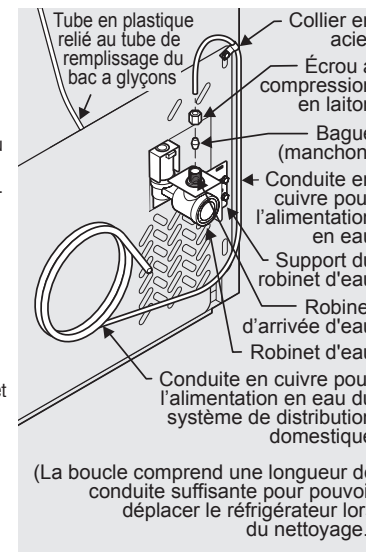
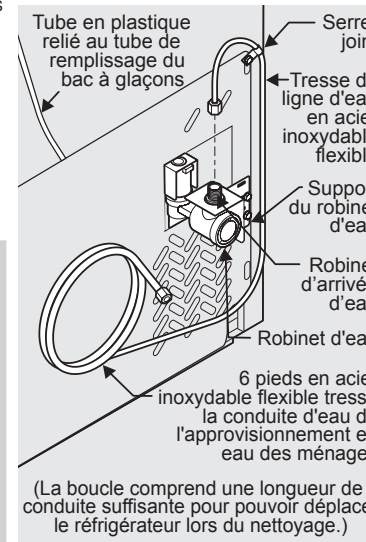

Figure 1
Figure 2
- Si vous utilisez du tuyau en cuivre - Faites glisser l'écrou à compression en laiton, puis installez la bague (le raccord) sur la conduite d'alimentation en eau. Poussez la conduite dans le robinet d'arrivée d'eau, aussi loin que possible (6 mm ou 1/4 po). Faites glisser la bague (le raccord) dans le robinet et serrez à la main l'écrou à compression sur le robinet. Serrez d'un autre demi-tour à l'aide d'une clé; NE serrez PAS trop. (Reportez-vous à la figure 1.) Si on utilise des tubes tressés en acier inoxydable souple - L'écrou et la bague d'extrémité sont déjà assemblés sur le tube. Glissez l'écrou sur l'entrée du robinet et serrez à la main l'écrou sur le robinet. Serrez d'un autre demi-tour avec une clé; NE PAS serrez trop fort. (Reportez-vous à la figure 2.)